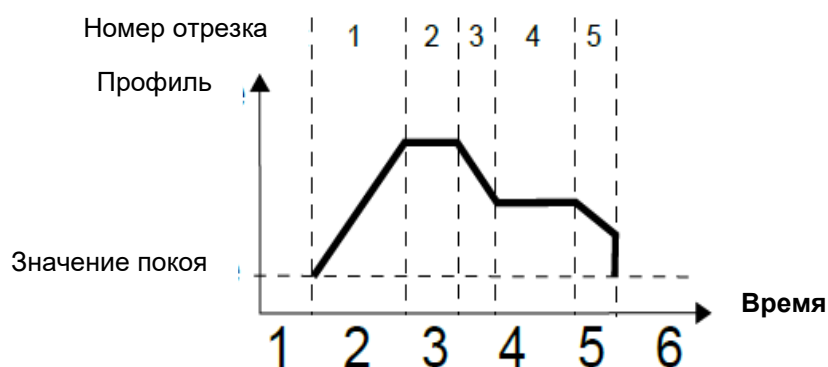

Рисунок 2.70 – Пример профиля
- «по уровню» – это означает, что профиль, который был настроен пользователем, будет запущен, когда значение параметра канала «Источник» сигнала будет  $> 0$ , в противном случае (если значение  $\leq 0$ ) профиль не будет запущен (см. рисунок 2.70 и пример «а» на рисунке 2.71);
- «по фронту (раз)» – это означает, что профиль, который был настроен пользователем, будет запущен фронтом значения канала «Источник» (от значения  $\leq 0$  до значения  $> 0$ ). После прохождения фронта профиль будет выполнен полностью, независимо от изменений значения источника сигнала во время отработки профиля (см. рисунок 2.70 и пример «б» на рисунке 2.71);
- «по фронту» – это означает, что настроенный пользователем профиль будет запускаться фронтом значения канала «Источник» (от значения  $\leq 0$  до значения  $> 0$ ). Этот режим, в отличие от режима «по фронту (раз)», подразумевает запуск профиля по каждому фронту сигнала с указанными параметрами, независимо от того, закончено выполнение предыдущего профиля или нет (см. рисунок 2.70 и пример «в» на рисунке 2.71);